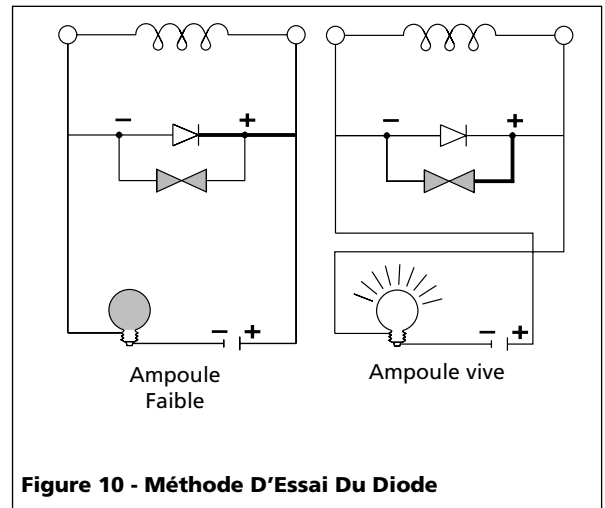

Figure 10 - Méthode D'Essai Du Diode
2. Brancher la batterie et l'ampoule comme indiqué sur la Figure 10.